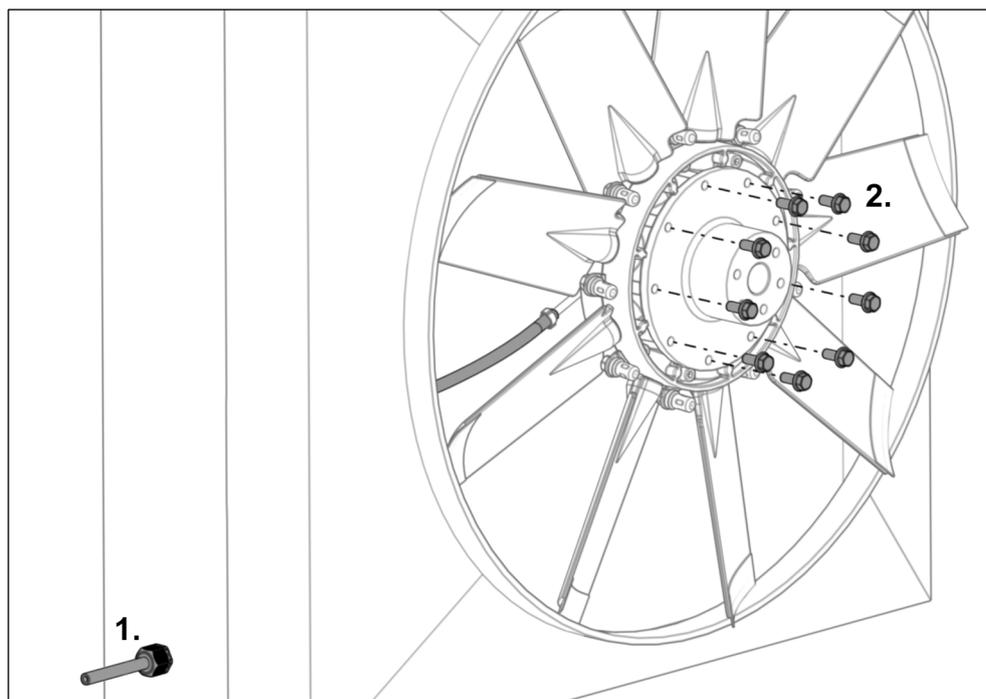

Рис. 29
- 20) Пропустить напорный шланг через зажимную муфту (см. Рис. 29, этап 1).
- 22) Завернуть от руки установочные винты из комплекта поставки (см. Рис. 29, этап 2).